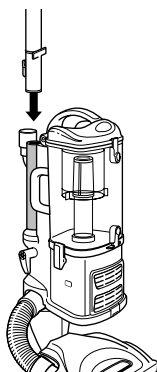

Fig. 9
- 3 Acople el extremo del tubo de extensión al tubo de la parte de atrás del recipiente *Lift-Away*® hasta que se trabe en su lugar. **(Fig. 9)**